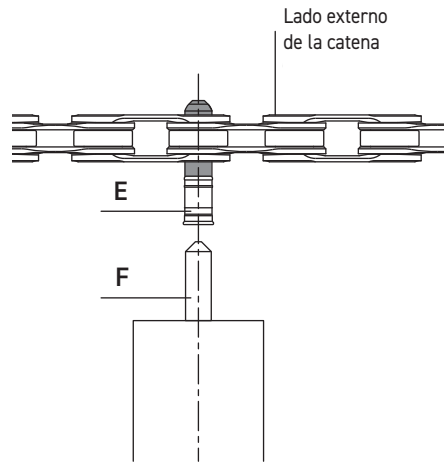

Fig.13
- Comprobar que la punta cónica de la pieza de empuje (F) (Fig. 13) esté alineada con el centro del casquillo **ULTRA-LINK 5-CN-RE500 (11s) / 5-CN-SR600 (12s) (E)** (Fig. 13).